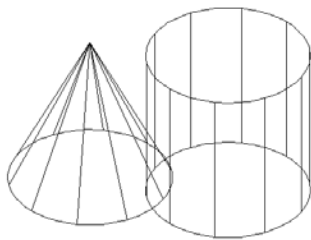
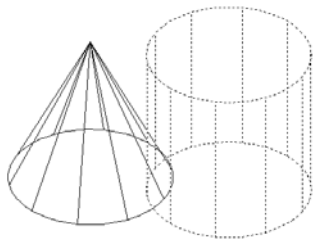
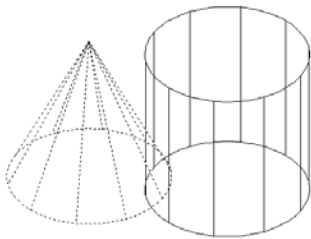

图 11.26 原图
图 11.27 选择圆柱体
图 11.30 选择圆锥体
(1) 启动 AutoCAD 2012，绘制如图 11.26 所示的图形。
(2) 在【实体编辑】工具栏上单击【并集】按钮 .
(3) 选择圆柱体，如图 11.27 所示。
- (1) 启动 AutoCAD 2012, 绘制如图 11.26 所示的图形。
- (2) 在【实体编辑】工具栏上单击【差集】按钮.
- (3) 选择圆锥体, 并按回车键, 如图 11.30 所示。
- (2) 在【实体编辑】工具栏上单击【交集】按钮.